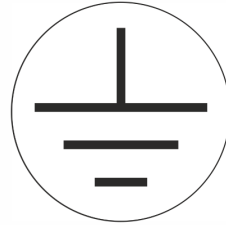

Imagen 2.17. Símbolo de conductor de protección
5. Conecte los tres cables de alimentación (L1, L2, L3) y el conductor de protección PE a sus cajas de bornes. El conductor de protección está marcado con el símbolo que aparece en la imagen 2.17.